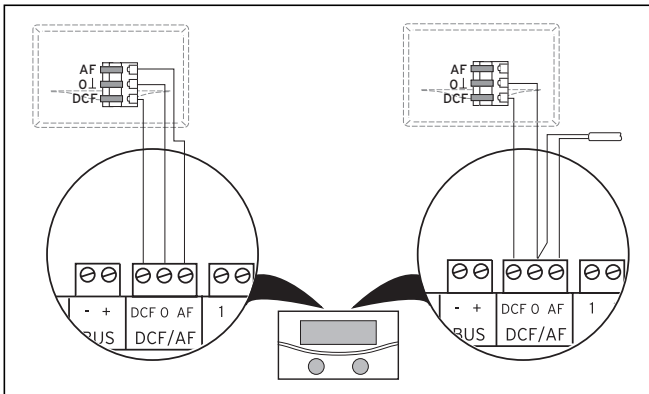

Bild 6.12 Ansluta VRC DCF-mottagaren
- Anslut DCF-mottagaren enligt bild 6.12: